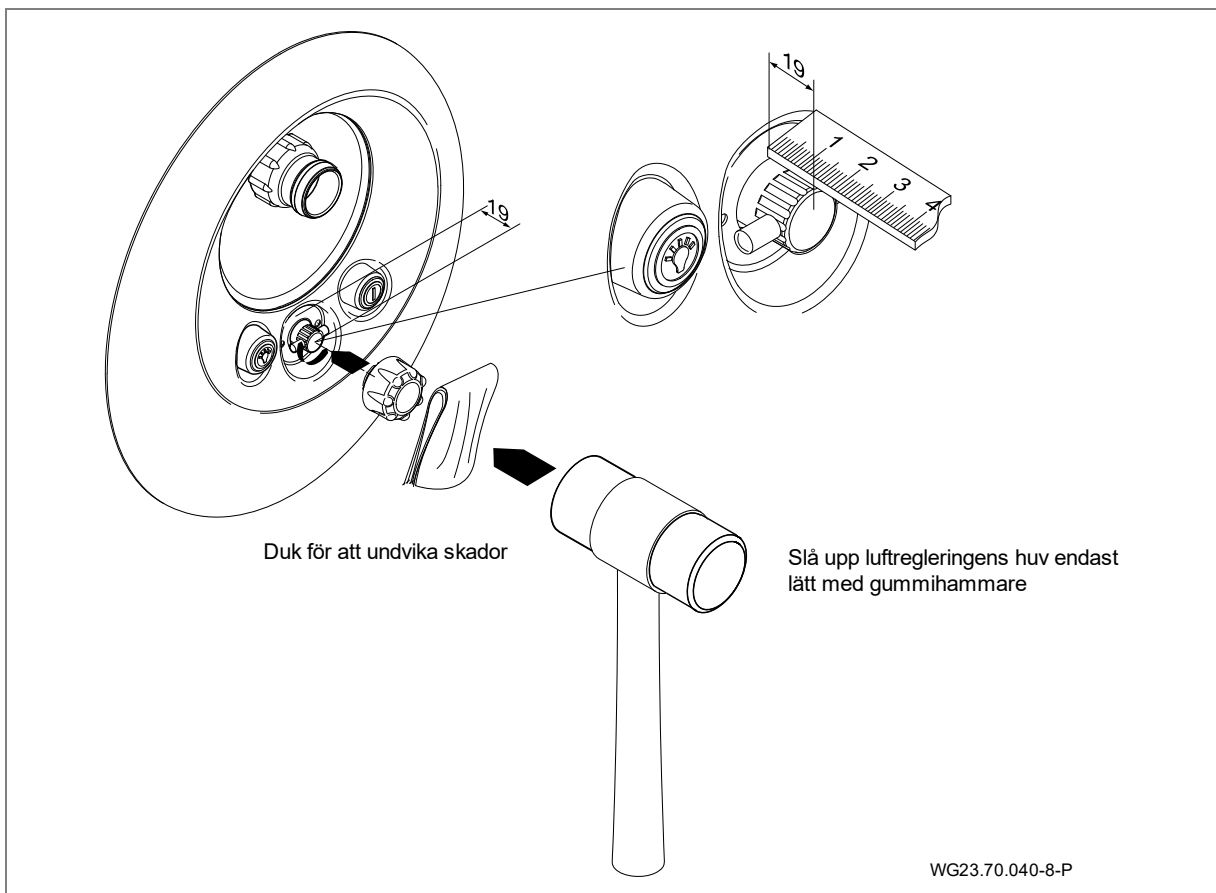

Bild 22
11. Fäst locket för luftregleringen (21). (Bild 22)
12. Anslut jetpumpen (92) med den halva förskruvningen (98, 99, 100), gummivinkeln (79) och tillhörande klämmor (75) på sug- och trycksidan vid inbyggnadshuset (1).